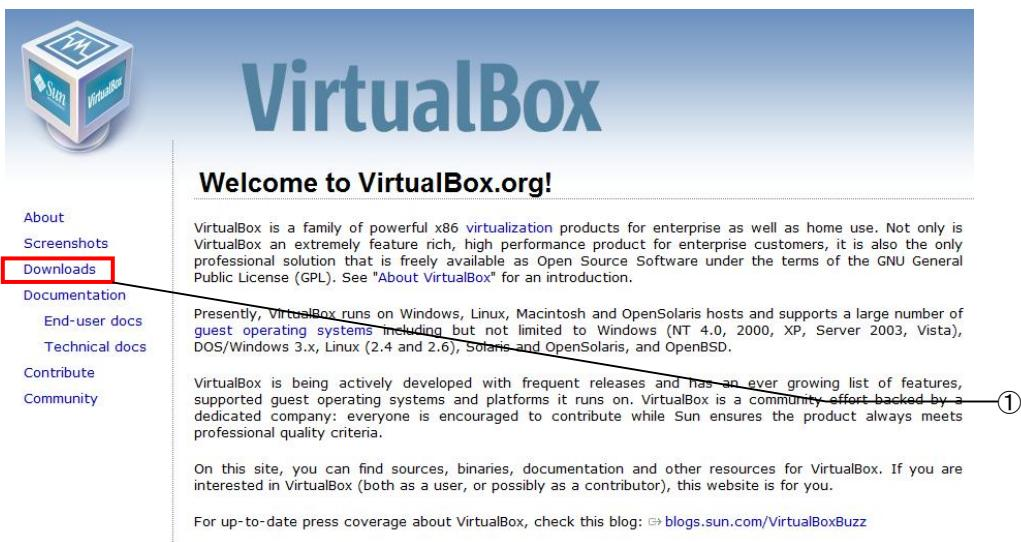

図 2-2-2-1. 公式TOPページ
- ② 図2-2-2-2の使用するホストOSの環境を選択する画面に変わります。